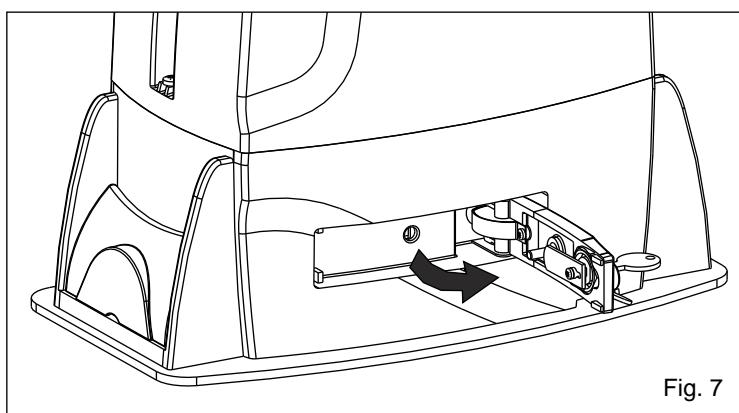

Fig. 7
- Tirare la leva di sblocco fino a battuta, 90° circa (Fig. 7).